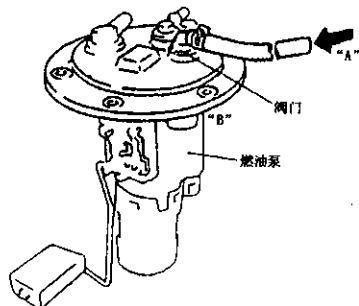

图 2-98 从燃油蒸发软管吹入空气
① 从油箱上拆下燃油泵。
② 如图 2-98 所示,从燃油蒸发软管“A”处吹入空气能顺利到达“B”。